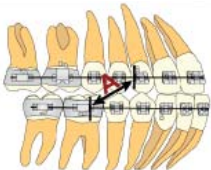

Figura 4.
- b. Misurare dal bordo distale dell'attacco del canino superiore all'estremità mesiale del tubo del 1° molare inferiore(Figura 4).